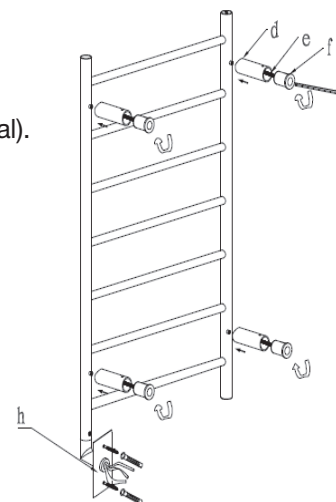

Figure 2
### Étape 2 : Installation des pattes murales (figure 2)
- o **g** : Vis de réglage (cette vis peut-être déjà installée dans la patte de métal) (voir figure 2).
- o Vis de réglage **g** est insérée dans la patte métal de métal **d** (voir figure 2).